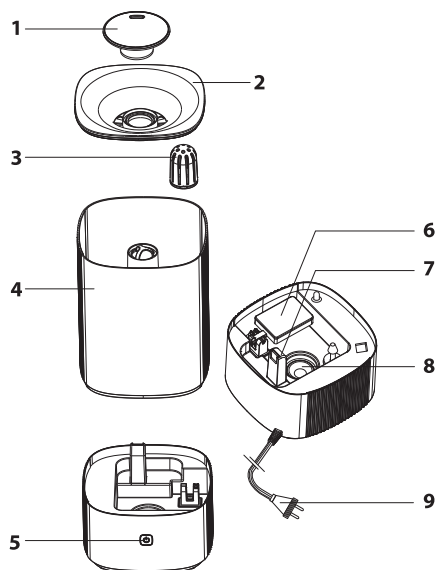

Рис. 1
3. Налейте чистую воду непосредственно в емкость для воды. Уровень воды не должен превышать отметку «MAX» внутри бака. Воду можно заливать в воронку для залива воды (рис.1).
**При перемещении увлажнителя всегда держите прибор за основание (рис. 1), во избежание падения части прибора, с основными электронными узлами. Если в приборе есть вода, во избежание ее попадания в электронные узлы через шахту вентилятора (рис. 1), держите его горизонтально.**
1. До начала чистки необходимо выключить прибор кнопкой переключения режимов (рис. 1) и отключить устройство от сети.
2. Снимите крышку распылителя и выньте емкость для воды (рис. 1). Слейте воду из основания прибора. Следите за тем, чтобы вода не попала в шахту вентилятора. Если это произошло, необходимо дать прибору высохнуть и обратиться в сервисный центр.